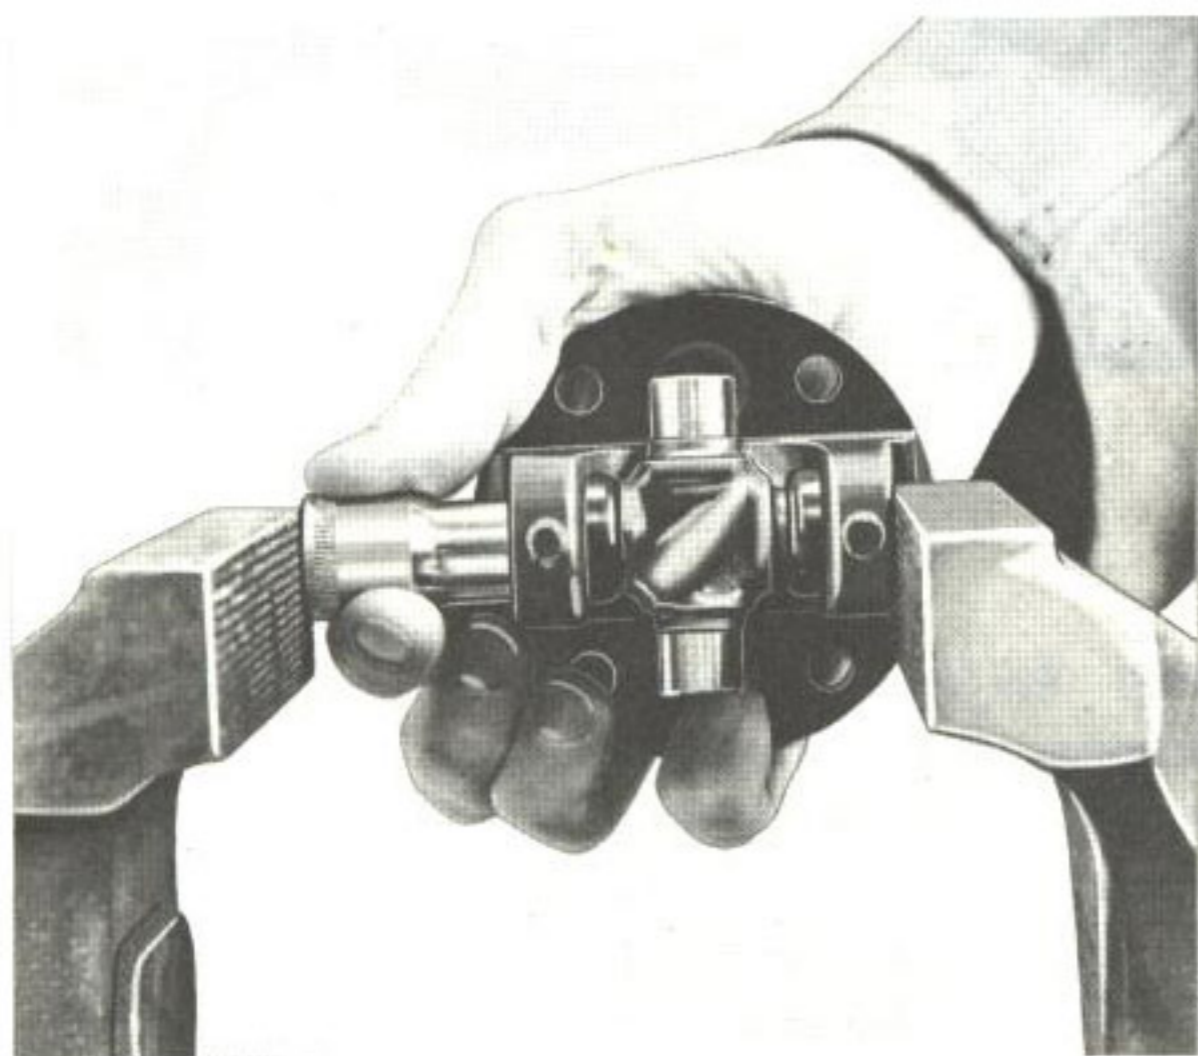

Bild 15. Inpressning av lagerhållare med hjälp av hylsa
4. Placera en lämplig hylsa mellan skruvstycke och lager (bild 15) och pressa i detta ytterligare tills det passerar låsringsspåret. Montera därefter låsringen.